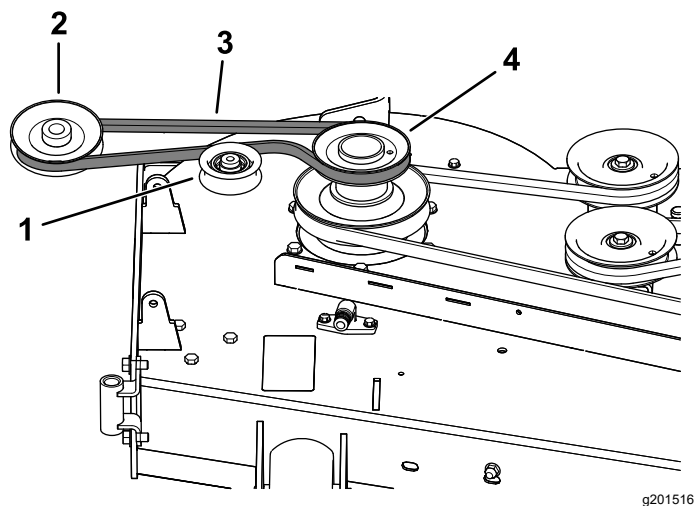
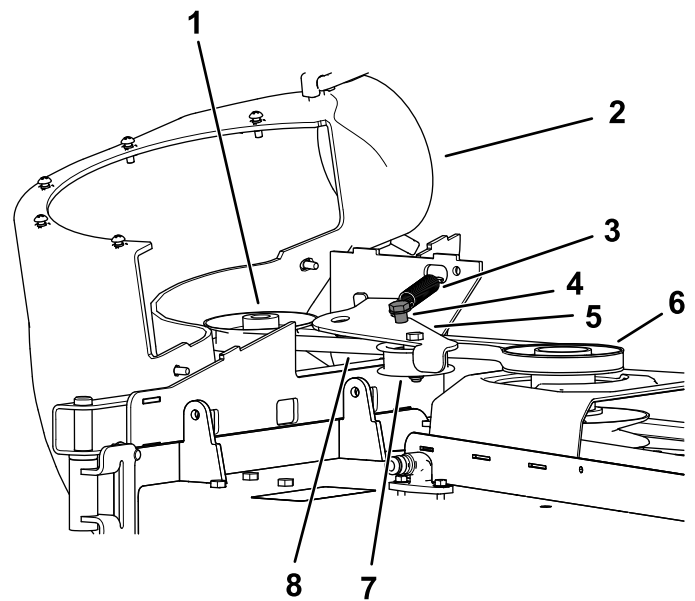

Figura 26
Figura 27
1. Dacă este necesar, montați cureaua pe fulia suflantei (Figura 26).
1. Montai cureaua în jurul fuliei suflantei (Figura 26 i Figura 27); consultai 11 Montarea ansamblului suflantei (Pagină 15).
3. Trageți fulia de ghidare cu arc departe de tija cu arc fix și amplasați cureaua în jurul fuliei punii mainii de tuns iarba (Figura 27).
4. Amplasați cureaua în jurul fuliei de acționare, așa cum este ilustrat în Figura 26 i Figura 27.